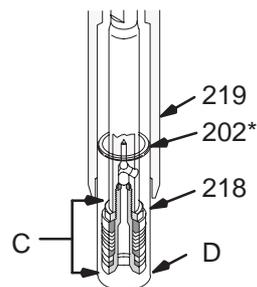

Fig. 25
- Introducir el conjunto vástago de pistón (C) en la **parte superior de la camisa (218)**. Instalar la empaquetadura (202*) en la camisa. Deslizar el conjunto camisa dentro de la **parte inferior del cilindro (219)**. Observar que el extremo cónico (D) de la camisa está en la parte inferior. Véase la Fig. 25.